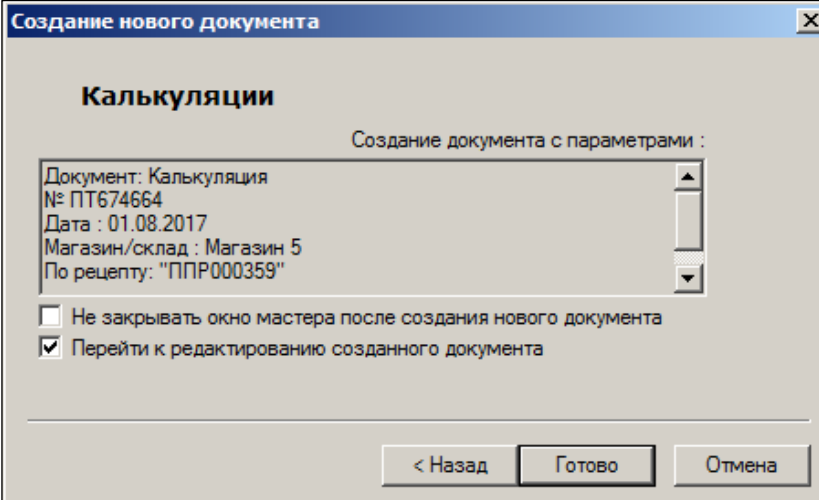

Рисунок 27 – Создание документа «Калькуляции» (5)
5. Для редактирования документа установить флаг в поле **Перейти к редактированию созданного документа** (Рисунок 27):